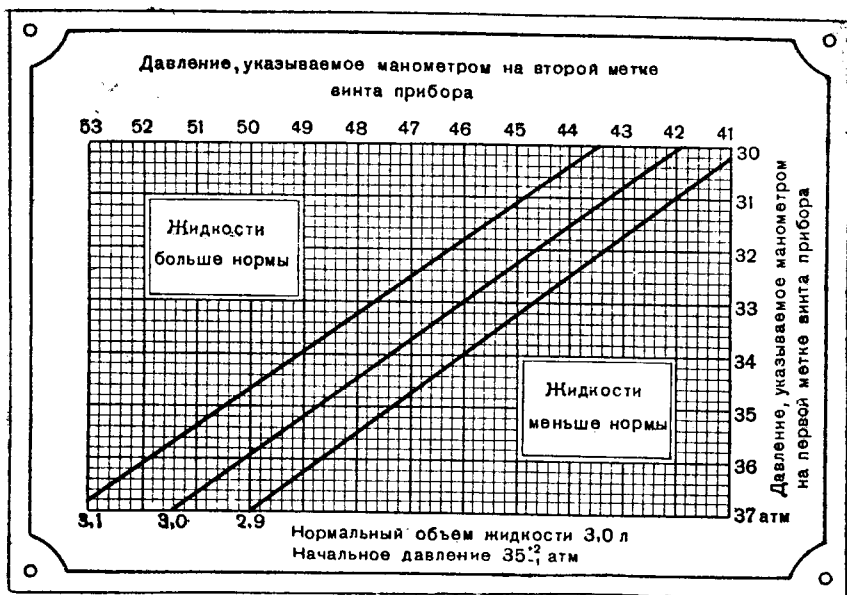

Рис. 17. График определения количества жидкости в накатнике:
9. По двум показаниям манометра (на первой и второй рисках винта) определить по графику (рис. 17) количество жидкости в накатнике следующим образом: отыскать точку пересечения вертикальной и горизонтальной линии (горизонтальные линии означают начальное давление, вертикальные — давление при оттянутом на 150 мм штоке).
Примечание. У пушек последнего выпуска на графике для определения количества жидкости в накатнике изменены цифры, нанесенные у концов наклонных линий: вместо цифр «2,9», «3,0» и «3,1» поставлены соответственно цифры «3,05», «3,15» и «3,25». Это вызвано тем, что нормальное количество жидкости в накатнике установлено не $3,0 \pm 0,1$ л, а $3,15 \pm 0,1$ л. Указанное замечание следует иметь в виду при пользовании старым графиком (рис. 17), т. е. цифры «2,9», «3,0» и «3,1» считать соответственно «3,05», «3,15» и «3,25».